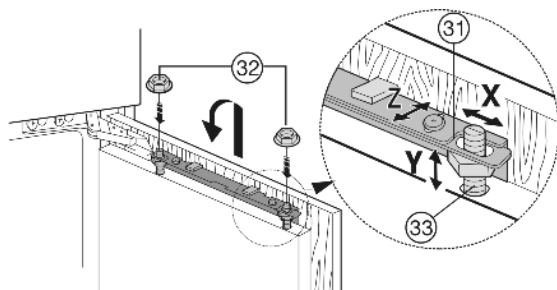

Fig. 27
- ▶ Enganche la puerta del mueble en los pernos de ajuste Fig. 27 (33) y atornille ligeramente las contratuercas Fig. 27 (32) en los pernos de ajuste.
- ▶ Alinee la puerta del mueble en cuanto a altura e inclinación lateral: ajuste los pernos de ajuste Fig. 27 (33) con un destornillador.
- ▶ Apriete las contratuercas Fig. 27 (32).